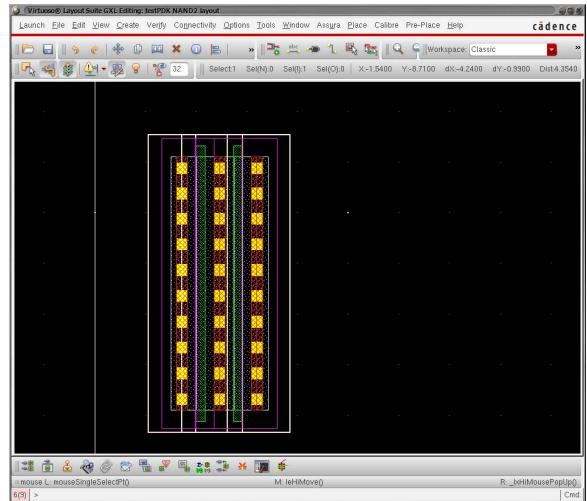

図 34: 近接して配置すると自動で Merge する
- PMOS を配置すると、図 34 に示すようにソース・ドレインが共有される。